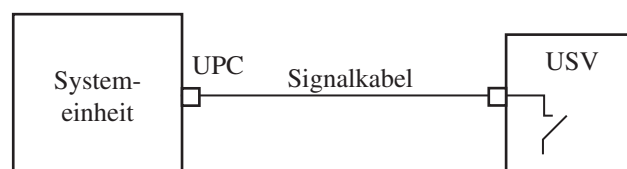
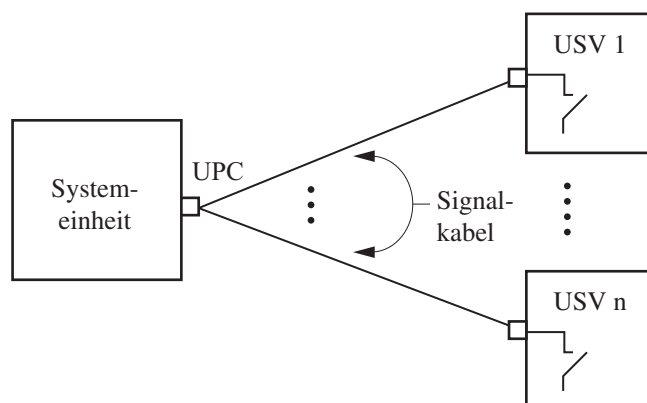

Abbildung D.5 Signalkabelverbindung zwischen einer Systemeinheit und einer USV
Abbildung D.6 Signalkabelverbindung zwischen einer Systemeinheit und mehreren USVen
Falls die Systemeinheit wie in Abbildung D.5 und Abbildung D.6 gezeigt mit einer oder mehreren USVen verbunden ist, kann zwischen jeder USV und der Systemeinheit ein Signalkabel angeschlossen werden.
- Eine USV ist mit einer Systemeinheit verbunden (siehe Abbildung D.5).
- Zwei oder mehrere USVen sind mit einer Systemeinheit verbunden (siehe Abbildung D.6).